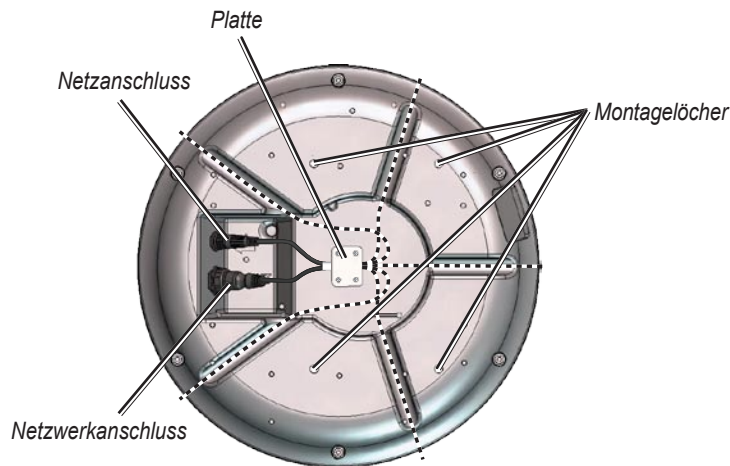
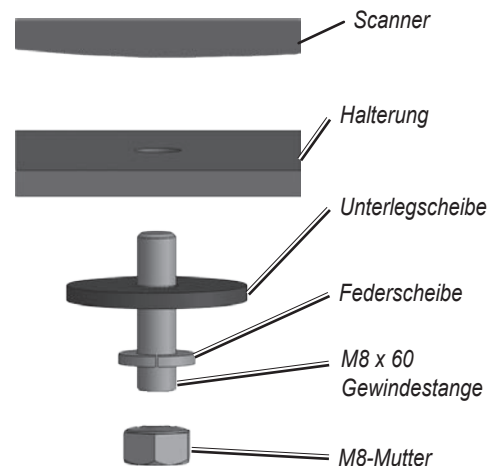

Abbildung 2
Abbildung 3
2. Richten Sie den Schlitz und den Sicherungsring am Stromkabel mit dem Netzanschluss aus. Stecken Sie das 2-Stift-Stromkabel an den Netzanschluss und das RJ-45-Marinenetzkabel in den RJ-45-Stecker (Abbildung 2). Drehen Sie den Sicherungsring am Kabel bis zum Anschlag. Drehen Sie den RJ-45-Sicherungsring im Uhrzeigersinn, bis er sicher sitzt.
3. Das Strom- und das Netzkabel kann in eine der fünf Führungskerbenauf der Unterseite des Scannergehäuses gedrückt und in der Kabelhalterung gesichert werden. (Abbildung 2). Knicken oder biegen Sie die Kabel nicht unnötig. Weitere Informationen finden Sie im Abschnitt über Kabelhalterungen.
5. Stecken Sie die vier (4) M8 x 1,25 x 60-Gewindebolzen in die Befestigungslöcher auf der Unterseite des Scanners. Wenn sie korrekt installiert wurden, sollten sie nicht weiter als 50 mm (2 Zoll) aus dem Scanner herausragen.
6. Befestigen Sie nun den Scanner mit Hilfe der M8 x 1,25 x 60-Gewindebolzen (die im vorherigen Schritt installiert wurden), der Feder- und Unterlegscheiben und der M8-Sechskanmutter auf der Halteplatte (Abbildung 3). **Das Drehmoment der Muttern sollte ca. 13,7 - 18,6 Nm (10 - 14 lb ft) betragen.**